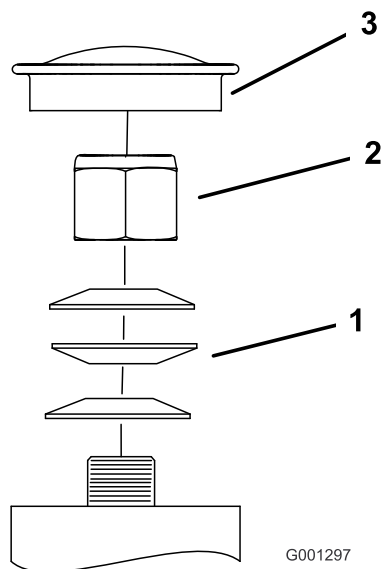
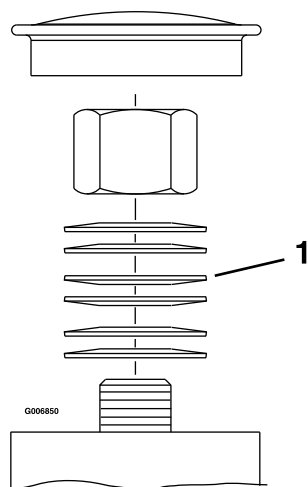

Figure 45
Figure 46
3. Retirez le chapeau de protection de la roue pivotante et serrez le contre-écrou (Figure 45 et Figure 46).
4. Continuez de serrer le contre-écrou jusqu'à ce que les rondelles élastiques soient aplaties, puis desserrez-le de 1/4 de tour pour obtenir la précharge correcte des roulements (Figure 45 et Figure 46).
Important: Veillez à placer les rondelles élastiques comme illustré à la Figure 45 et la Figure 46.